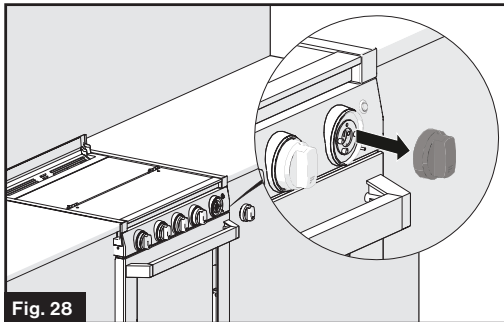

Fig. 28
2. Sujete y tire de la perilla de control con la luz LED rota. (Fig. 28)